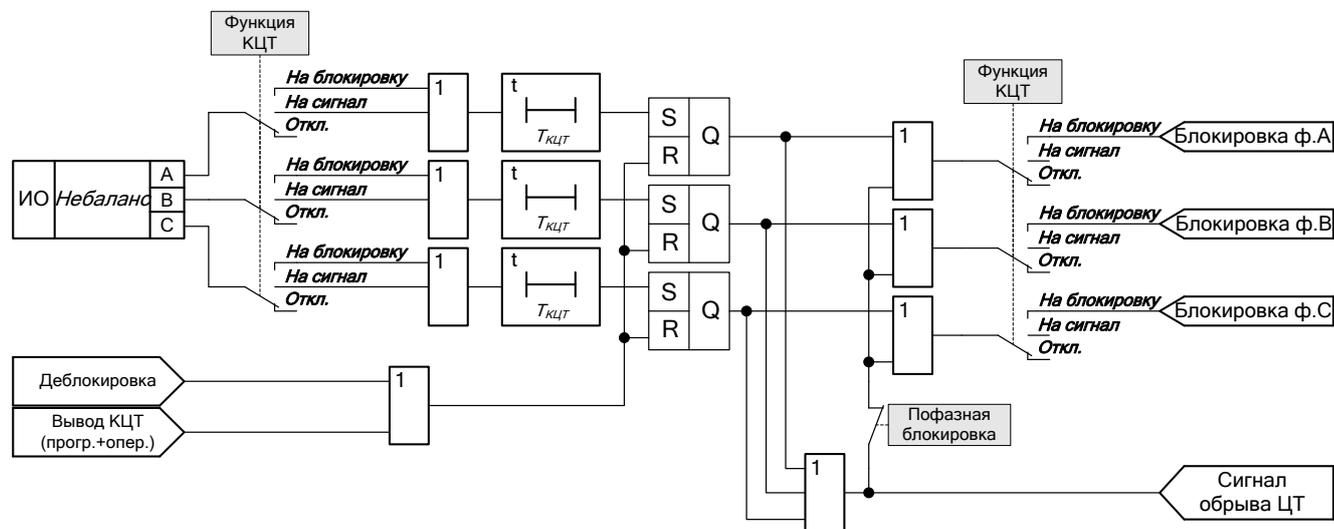

Рисунок 2.3 – функциональная схема КЦТ
2.1.8.7 Дополнительно предусмотрен оперативный вывод алгоритма контроля цепей тока из работы с помощью кнопок оперативного управления на лицевой панели терминала и по линии связи с ПК. Дополнительно предусмотрен оперативный вывод алгоритма контроля цепей тока из работы подачей логического сигнала «Вывод КЦТ» (см. рисунок 2.3). Указанный логический сигнал может быть запрограммирован на любой из дискретных входов «Вход 1» - «Вход 8» (см. п.2.2.1).